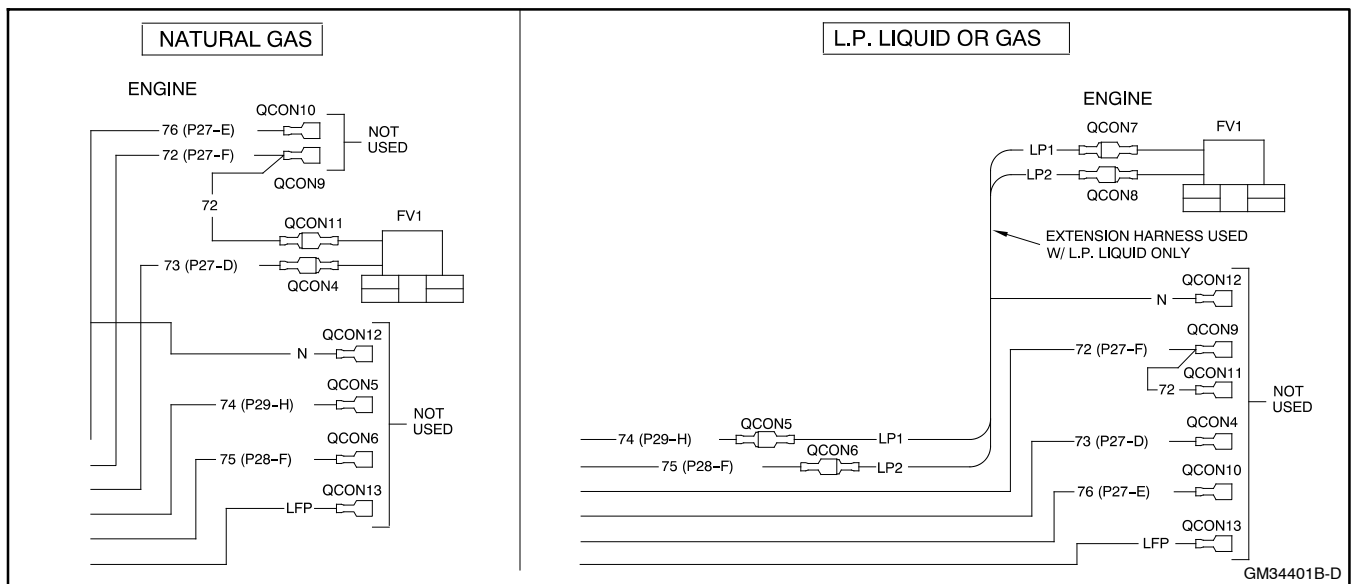

Figura 9-40 Cableado de la válvula solenoide de cierre
- b. Desconectar los cables 72 y 73 de la válvula solenoide de cierre (FV1). Cinta para aislar los terminales. Consultar la Figura 9-40, vista del gas natural.
- c. Desconectar los cables 74 y 75 de la válvula solenoide de cierre (FV1). Consultar la Figura 9-40, vista del gas natural.